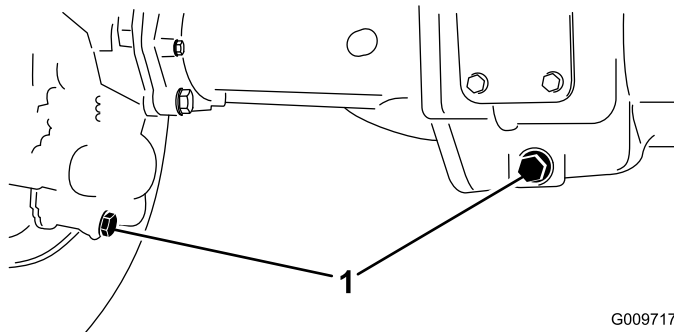

図 110
- ドレンプラグ 図 110 左右端に個と中央に個、全部で3個あるの周辺をきれいに拭く。